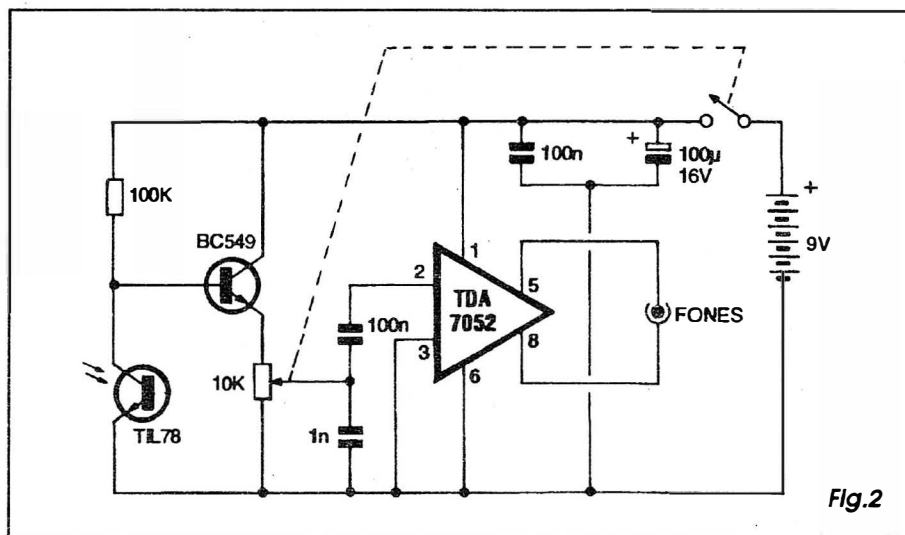

Fig.2
- FIG. 2 - DIAGRAMA ESQUEMÁTICO DO CIRCUITO (MÓDULO RECEPTOR) - Também muito simples em sua organização, o circuito do receptor inicia seus trabalhos ativos na captação do feixe infra-vermelho modulado em intensidade, através de um foto-transistor convencional (TIL78), com boa sensibilidade para essa faixa do espectro luminoso... Observar que o foto-transistor forma, com seu resistor de carga (100K) o próprio divisor de tensão que determina a polarização do transistor comum, BC549... Dessa forma obtemos uma acoplamento mais do que direto entre o estágio de entrada e o de pré-amplificação, garantindo bom ganho e baixa distorção nesse módulo... Outro ponto a notar é que o BC549 tem sua carga resistiva aplicada ao *emissor*, substancialmente num potenciômetro de 10K, de cujo